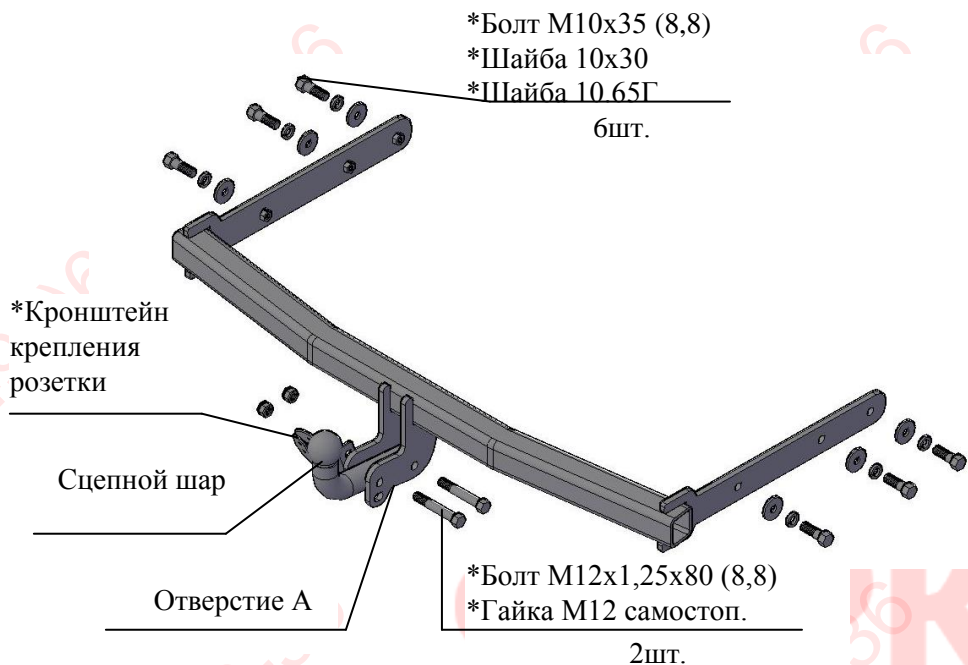

Рис.1 Тягово-сцепное устройство ТСУ 9730
2.1 ТСУ 9730 в сборе (рис.1)	1 шт.
2.2 Пакет с комплектующими (см. рис.1) Защитный колпак	1 шт.